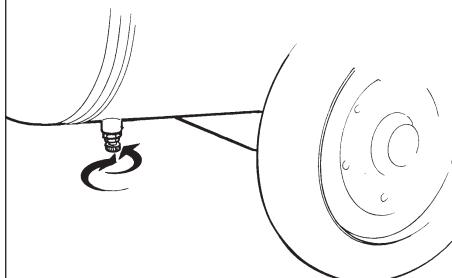

fig. 2
- controleer of de condensaatafvoerkraan onder het reservoir (*Fig. 2*) gesloten is;
- **De druk van het reservoir en van de interne circuiten door de kraan voor de kondensaatafvoer ontladen voor men ingrijpt of men onderdelen van het luchtcircuit demonteert (Fig. 2). Voorzichtig losschroeven om de lucht langzaam uit te laten. Door de manometer controleren of in het luchtcircuit geen druk is.**
Na iedere werkdag het condensaat door de onder het reservoir gestelde kraan afvoeren (*Fig. 2*). Het wordt aangeraden, een automatische afvoergoot voor het condensaat aan te brengen, om voltooiing van de afvoer te garanderen.